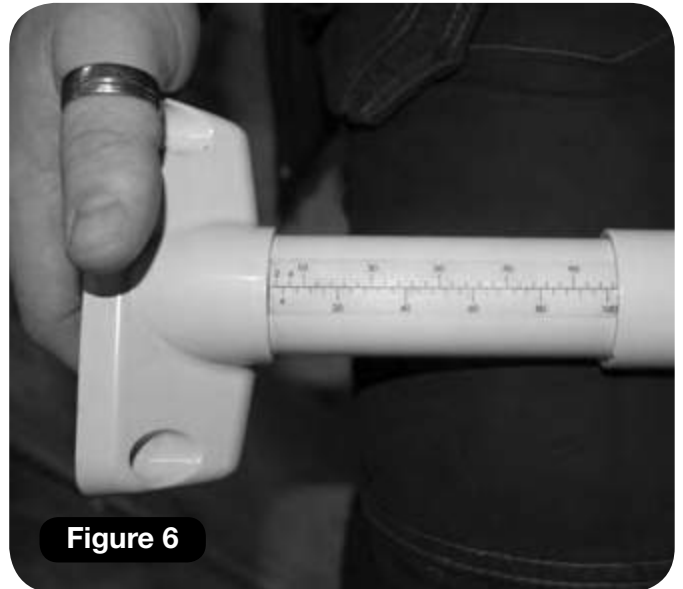

Figure 6
- 2 Réglez la hauteur de la dernière section située avant le premier joint (**Figure 6**). Serrez le boulon de blocage à 45Nm (**Figure 7**).